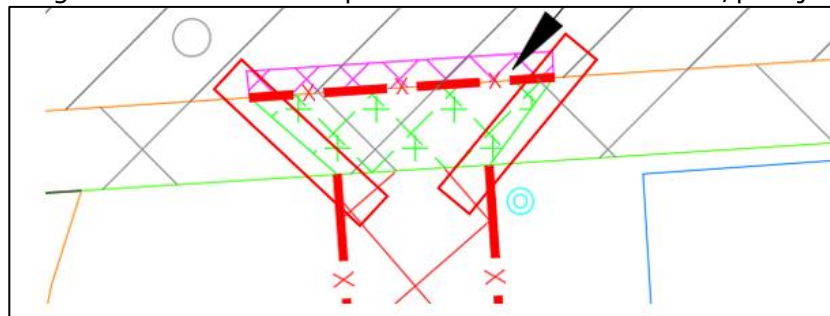

Figura 3
47. Revisar y corregir la cantidad indicada para la demolición de solera, dado que no se ha considerado la longitud de solera correspondiente al encuentro calle/pasaje. (ver figura 3).